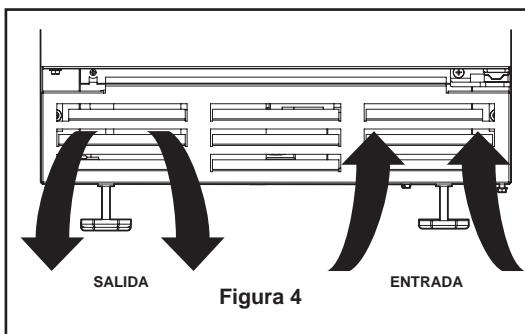

Figura 4
- 8 Ubique la unidad de manera que se permita el libre flujo de aire a través de la rejilla delantera (vea la figura 4).